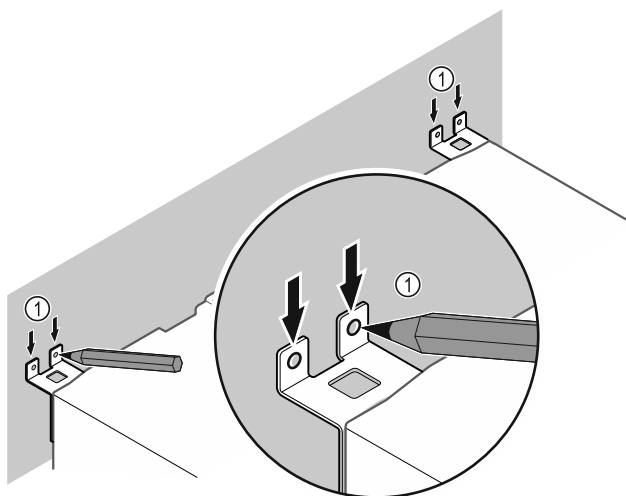

Fig. 12
- ▶ Urobte na stene značky Fig. 12 (1).